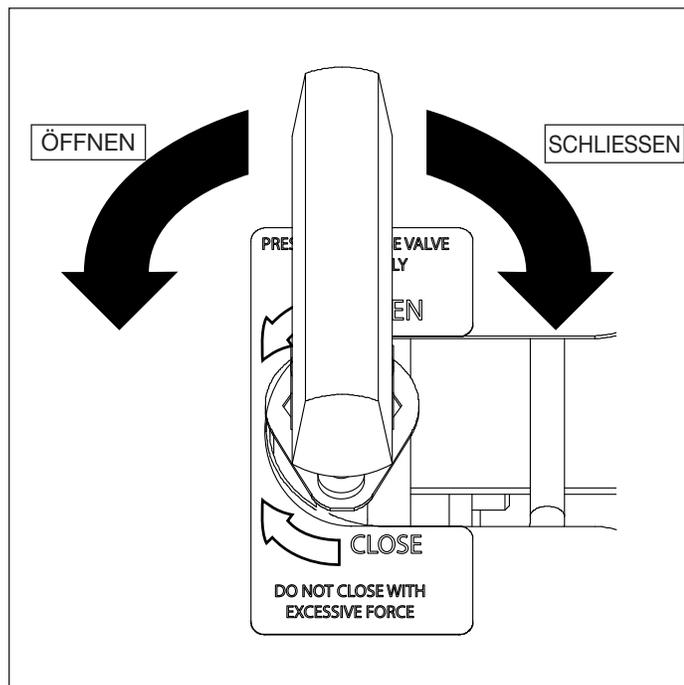

Abbildung 4, Manuelles Druckablassventil
1. Drehen Sie den Hebel des manuellen Druckablassventils gegen den Uhrzeigersinn in die geöffnete Position, um den Druck abzulassen. Siehe Abbildung 4.
2. Stellen Sie sicher, dass das Druckmanometer Null (0) bar/psi anzeigt.